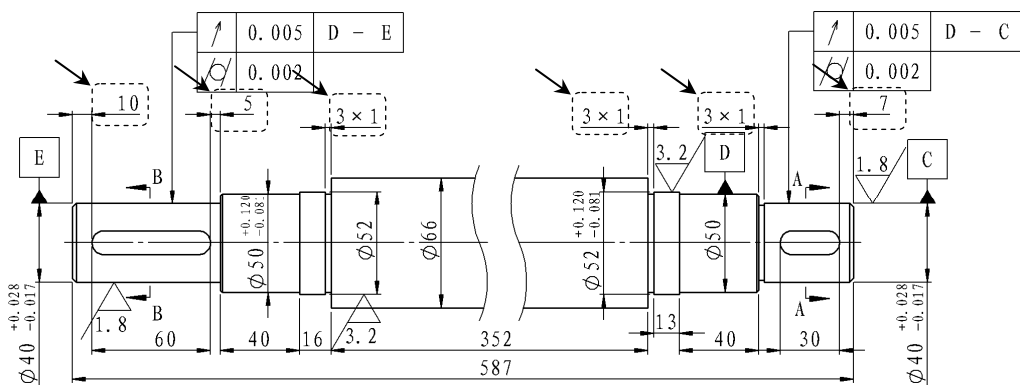

图 6.15.27 对齐尺寸
Step1. 选取要对齐的尺寸。按 Ctrl 键，选取图 6.15.27 所示的 6 个尺寸。